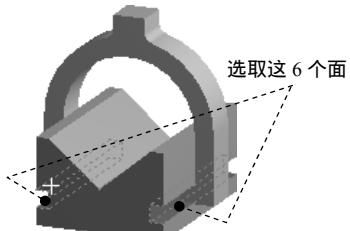

图 7.6.17 定义接触面
(1) 定义接触面。在 Scope 区域中单击以激活 Contact 后的文本框，选取图 7.6.17 所示的模型表面(6个面)为接触面，单击 Apply 按钮。